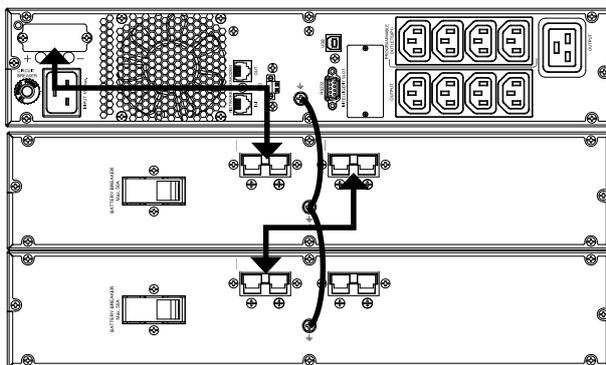

Fig. 9. Connexion avec modules de batteries.
aux deux extrémités, qui est fourni avec le premier. Branchez le connecteur de l'une des extrémités du tuyau au connecteur correspondant du SPS.ADVANCE et celui de l'autre extrémité à celui du module de batteries (voir Fig. 9). De même, vous pouvez également brancher des modules de batteries en parallèle car chaque module est pourvu de deux connecteurs. Tous les connecteurs doivent être fixés à leur unité au moyen des vis qui fixent le couvercle de protection de chaque connecteur sur l'onduleur ou sur le module de batteries.
Branchez le câble de prise de terre fourni avec le tuyau aux points correspondants indiqués, sur borne ou vis (voir la Fig. 9.) Si le tuyau d'interconnexion est pourvu d'une maille, la prise de terre sera branchée entre les unités via la maille, au moment de fixer, au moyen des vis indiquées au point précédent, les supports métalliques des connecteurs sur l'onduleur et sur le module ou les modules de batteries.
- Dans la Fig. 9, la connexion d'un équipement de 3 kVA dans une disposition de type rack est montrée, avec deux modules de batteries. Pour un plus grand nombre, opérez d'une manière similaire à celles de l'illustration.